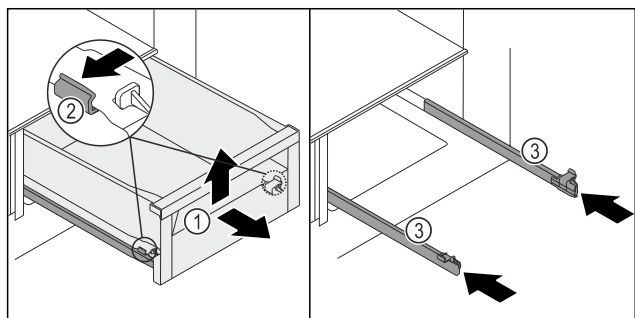

Fig. 210
- Schubfach Fig. 210 (1) bis zum Anschlag herausziehen.
- Klemme Fig. 210 (2) links und rechts an den Schienen gleichzeitig leicht nach außen drücken.
- Schubfach Fig. 210 (1) löst sich von den Schienen.
- Schubfach Fig. 210 (1) vorne hochheben.
- Schubfach Fig. 210 (1) nach vorne entnehmen.
- Schienen Fig. 210 (3) einschieben.